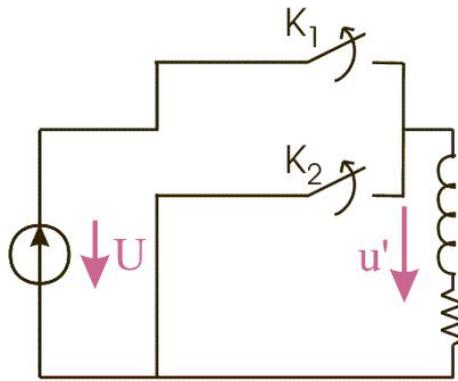

Figura 12
- ligar o outro terminal do receptor (+), ou ao terminal +, ou ao terminal - do gerador, usando dois interruptores K_1 e K_2 construídos com dispositivos semicondutores de potência (figura 12).